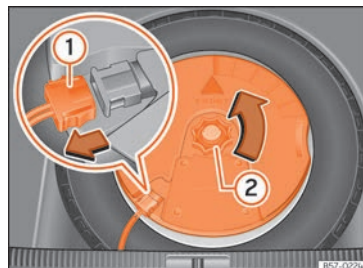

Fig. 329 En el maletero: desmontar el subwoofer.
- Desconecte el cable del altavoz *subwoofer* »» fig. 329 ①.
- Gire la ruedecilla de fijación en sentido contrario a las agujas del reloj »» fig. 329 ②.